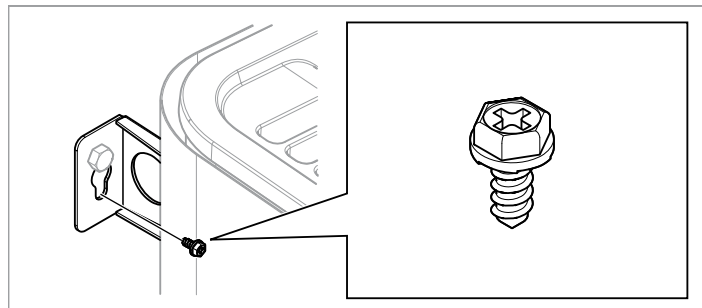

Fig 11: Vis de fixation du support
9. Immobiliser le poêle au moyen de la vis de fixation se Fig 11, page 15.